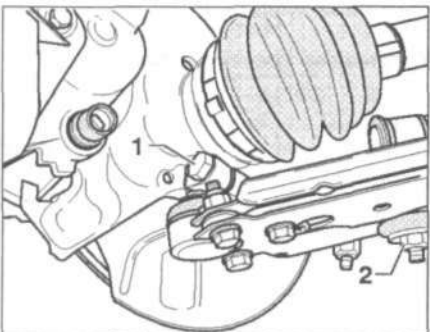

Рис. 9.7. Открутите болт 1. Открутите гайку 2 крепления соединительной тяги стабилизатора поперечной устойчивости.
4. Открутите болт 1 (рис. 9.7). Открутите гайку 2 крепления соединительной тяги стабилизатора поперечной устойчивости.
12. Затяните болт 1 (рис. 9.7). Затяните гайку 2 крепления соединительной тяги стабилизатора поперечной устойчивости.